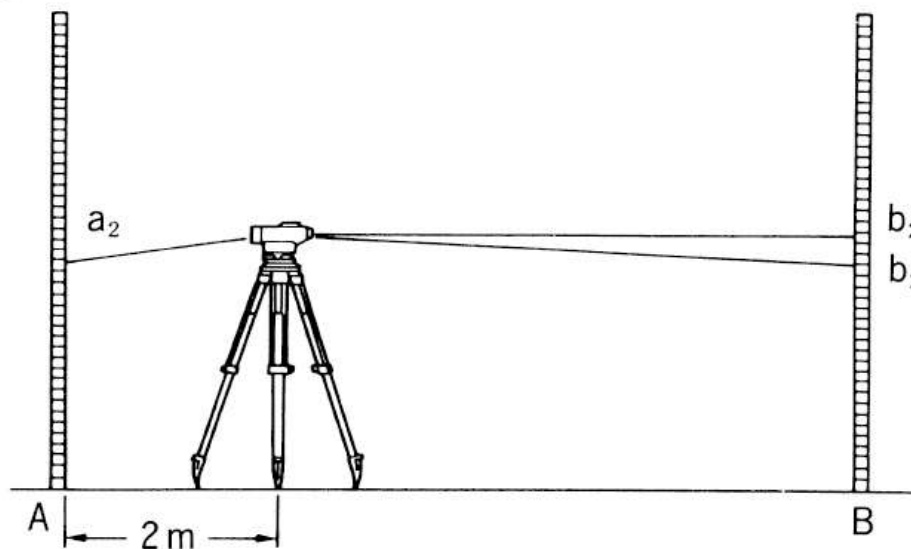
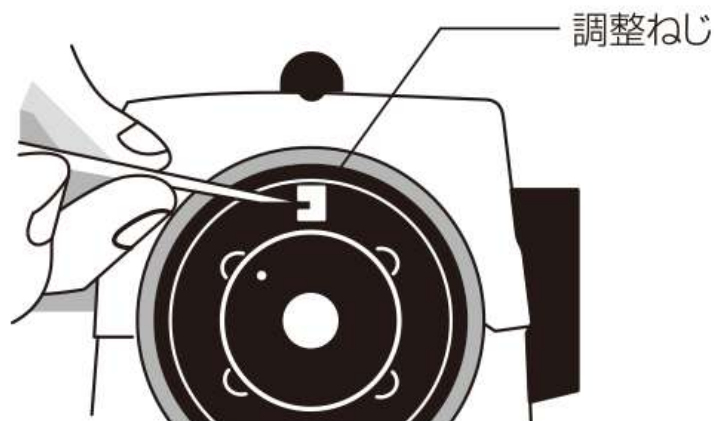

図15
図17
(図15)
(4) 調整ピンを使って $b_2' = b_2$ になるまで調整します。例えば、図15の場合、 b_2 の値が大きすぎるので、十字線を下げる必要があります。この場合は調整ねじを少し締めて下さい。また、十字線を上げたいときは、調整ねじをゆるめて下さい。(図17)